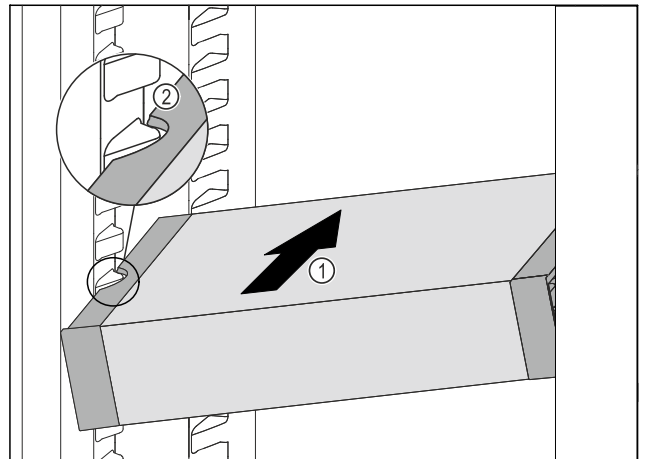

Fig. 63
- ▶ Inserte el VarioSafe en el compartimento frigorífico en ángulo Fig. 63 (1), hasta que las cavidades laterales Fig. 63 (2) del VarioSafe estén al mismo nivel que la ranura del recipiente en el compartimento frigorífico.